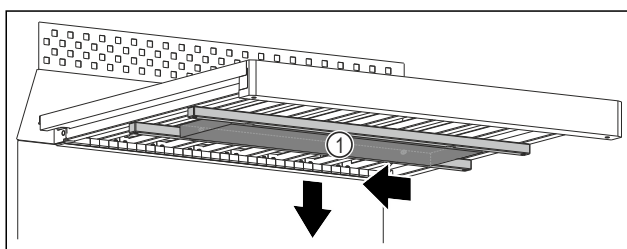

Fig. 106
- ▶ Сдвиньте водяной блок Fig. 106 (1) влево.
- ▶ Извлеките водяной блок Fig. 106 (1) по направлению вниз.